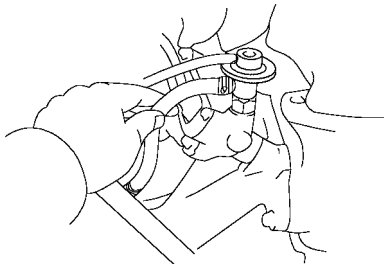

图 2-83 检查燃油系统的各个部位是否有渗漏现象
2) 夹紧燃油回油软管，高压油管的压力将会上升到 392kPa 左右，此时检查燃油系统的各个部位是否有渗漏现象，如图 2-83 所示。